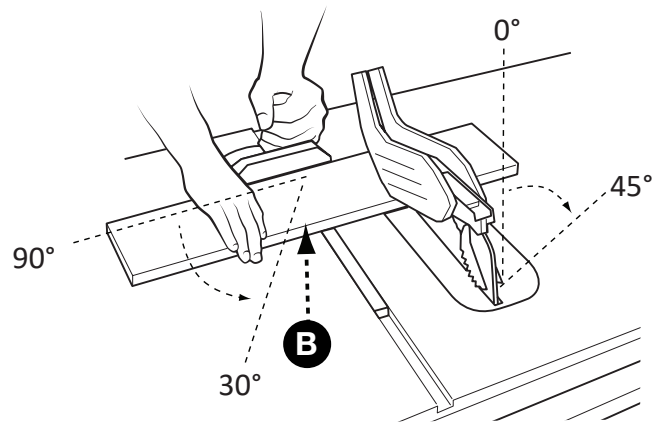

FIGURE 27
Les coupes transversales d'onglet sont pareilles aux coupes transversales sauf que l'angle de l'onglet (B) est réglé à un angle autre que  $90^\circ$  (figure 27).
Ceci est une combinaison de coupe transversale en biseau et d'onglet. Consultez la figure 27 et suivre les directives pour les coupes transversales en biseau et d'onglet. Utiliser la fente d'onglet à droite sur le côté droit de la lame pour toutes les coupes en biseau.